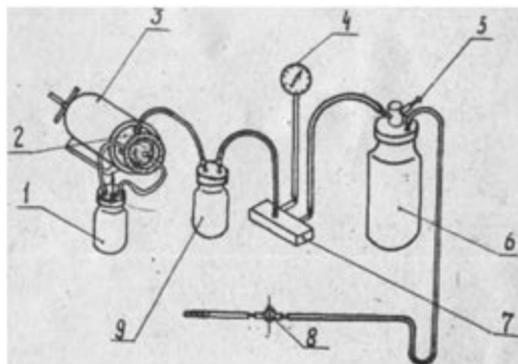

Рис.3. Принципиальная схема
6.3. Соединять трубку идущую от вакуумметра, с одним из штуцеров основания, трубку идущую от банки с другим /смотри принципиальную схему рис.3/.